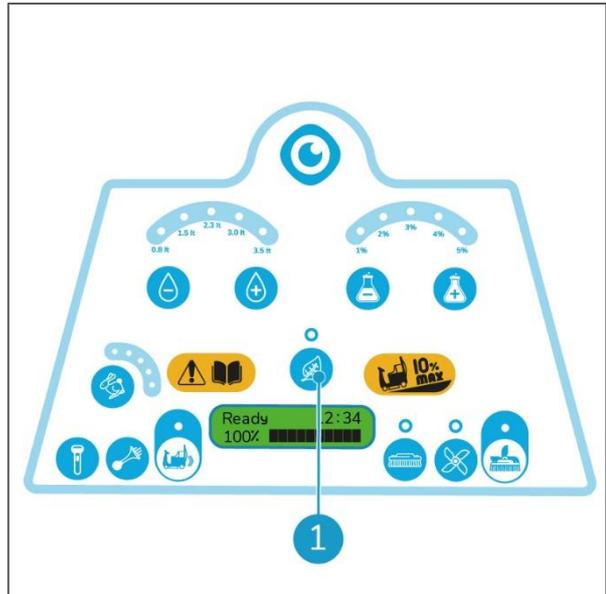

Figure 27
Le mode ECO (Figure 27, pos. 1) réduira la vitesse de la machine ainsi que la consommation d'eau et de solution.